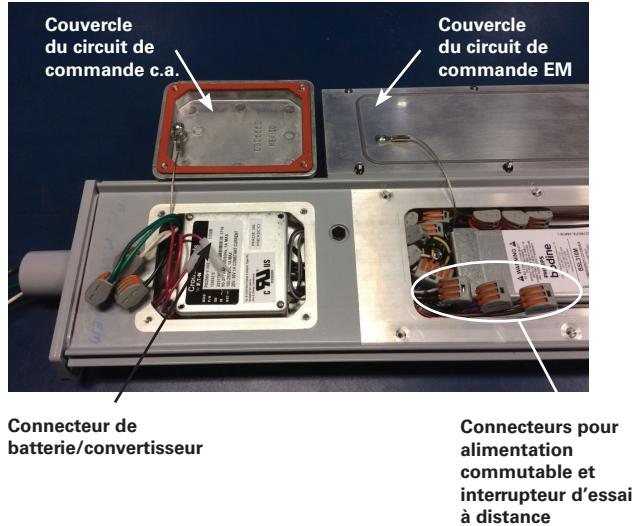

Figure 13
- Ouvrir le couvercle du circuit de commande c.a. en desserrant les quatre (4) vis n° 10-32 de 0,75 po du couvercle en acier inoxydable (voir la figure 13). Tous les composants du luminaire sont précablés, de sorte qu'il ne reste qu'à raccorder le fil de phase, le fil neutre et le fil de mise à la terre du luminaire aux fils conducteurs (ou aux bornes) en suivant les schémas de câblage (voir les figures 16 et 17) et en respectant les méthodes conformes aux codes en vigueur. Raccorder d'abord le conducteur de mise à la terre (vert) de l'appareil, puis le courant (blanc) et la tension de ligne (noir). Serrer tous les raccordements électriques. **REMARQUE :** Les ouvertures standards NPT sont de 1,9 cm (3/4 po).
- S'il n'y a pas de connexions d'alimentation (TF) ou d'interrupteur, passer à l'étape 9.
- Pour les modèles avec le suffixe « TF », utiliser le ruban de tirage fourni pour le câblage vers le circuit ou vers les multiples dispositifs (maximum de cinq [5]) de la guirlande. Pour le câblage, se reporter au schéma. Un maximum de quatre (4) conducteurs peut passer par le plot le plus près du circuit, et un maximum de quatre (4) conducteurs peut passer par le plot le plus éloigné du circuit.
- Pour connecter une source d'alimentation commutable supplémentaire, retirer le couvercle du circuit de commande EM en desserrant les dix (10) vis n° 8-32 de 0,50 po du couvercle en acier inoxydable (voir la figure 13). Repérer le connecteur comportant les fils noir et blanc/rouge du circuit de commande EM. Déconnecter le fil blanc/rouge et le reconnecter à l'entrée de ligne commutable en suivant les schémas de câblage et en respectant les méthodes conformes aux codes en vigueur.
- Pour connecter un interrupteur d'essai à distance, retirer le couvercle du circuit de commande EM en suivant les directives de l'étape 8. Repérer les deux (2) connecteurs comportant les fils mauve et brun du circuit de commande EM. Connecter les câbles à l'interrupteur d'essai à l'aide des connecteurs à trois (3) conducteurs fournis.
- Replacer le couvercle du circuit de commande EM et serrer les dix (10) vis de montage à 2,3 N.m (20 lb-po).
- Replacer le couvercle du circuit de commande c.a. et serrer les quatre (4) vis de montage à 3,6 N.m (32 lb-po).